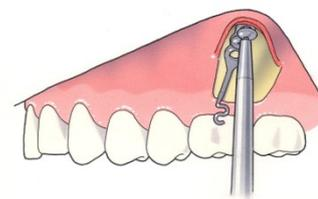

Fig. 3
La plaque d'ancrage peut être précourbée délicatement pour que la plaque épouse parfaitement la forme de l'os cortical. La courbure est limitée entre les trous supérieur et inférieur. Introduire la première vis autoperceuse (Surgi-Tec recommande une longueur de 5 mm, Ø 2.0 mm, ref. 70-505S) dans le trou central mais sans la serrer complètement pour pouvoir donner un peu de rotation à l'ancrage. Insérer la seconde vis autoperceuse (Surgi-Tec recommande une longueur de 5 mm, Ø 2.0 mm, ref. 70-505S). Enfin insérer la troisième vis (Surgi-Tec recommande une longueur de 7 mm, Ø 2.0 mm, ref. 70-507S). (fig. 3).